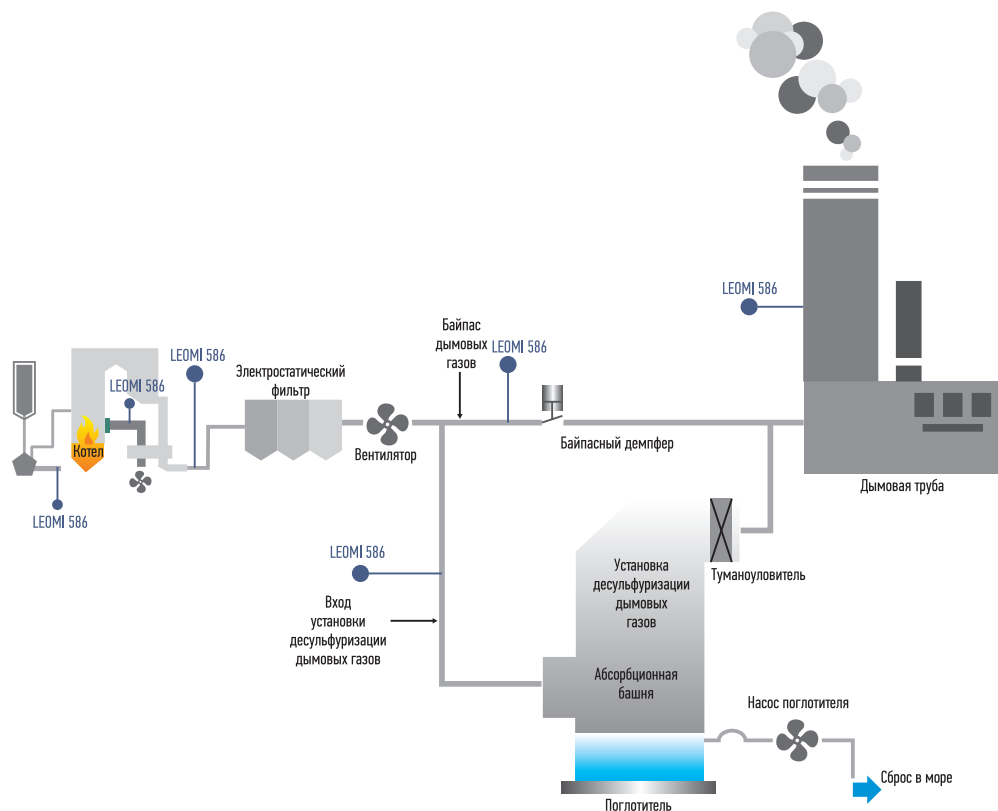

РИС. 1. ► Схематическое изображение устройства современной электростанции. Изображения предоставлены Leomi Instruments Pvt. Ltd
лах и технологических печах (рис. 1). Получаемые при сжигании дымовые газы в основном состоят из азота (N_2), монооксида углерода (CO), диоксида углерода (CO_2), следов диоксида серы (SO_2), оксидов азота (NO , NO_2), взвешенных твердых частиц и влаги.